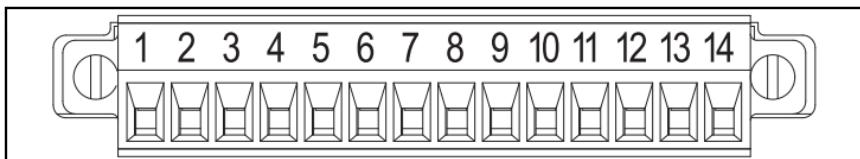

Figura 9: Assegnazione/identificazione pin sul connettore maschio per gli accessori
1. Durante l'installazione del kit di accessori per la scatola di giunzione del kit veicolare MTP6000, annotare le assegnazioni pin e la numerazione riportata sul connettore maschio per gli accessori (vedere la Figura 9 e la Tabella 1 di sotto).